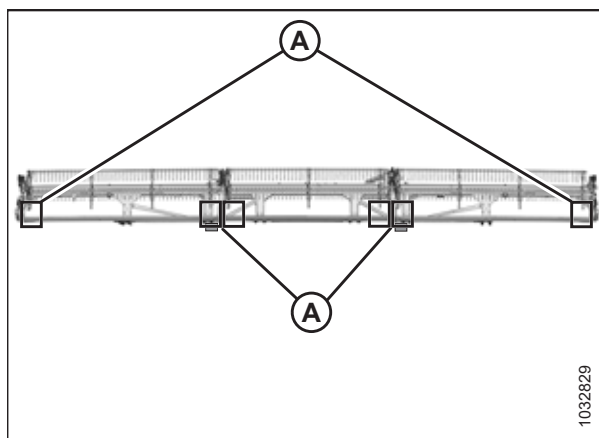

Figura 4.264: Locațiile de măsurare în cazul FlexDraper® – rabator triplu
- Hedere cu rabator triplu: Figura 4.264, pagina 442